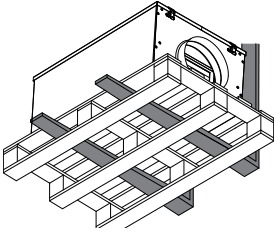

Fig. 4:
- En cas de transport avec un chariot élévateur, veiller à ce que l'appareil soit posé avec le profil ou cadre de base sur la fourche du chariot ou sur une palette et que le centre de gravité de l'appareil se situe entre les fourches (cf. figure 4).